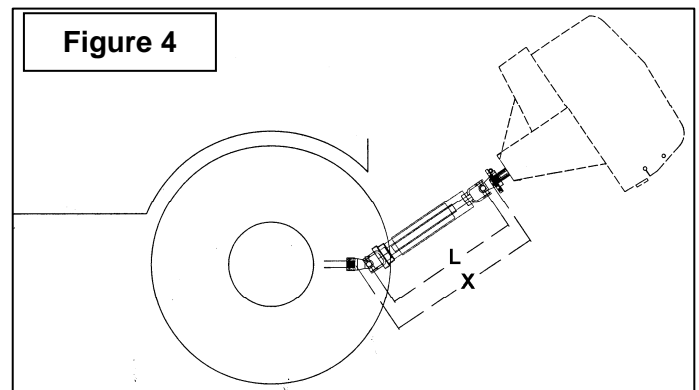

Figure 4
1. Pour déterminer la longueur "L" de votre modèle de tracteur, il faut d'abord trouver le facteur "X" (figure 4) en mesurant la distance horizontale entre le bout de l'arbre de commande du tracteur et le bout de l'arbre entraîné lorsque la souffleuse est en position de transport tel qu'illustré.